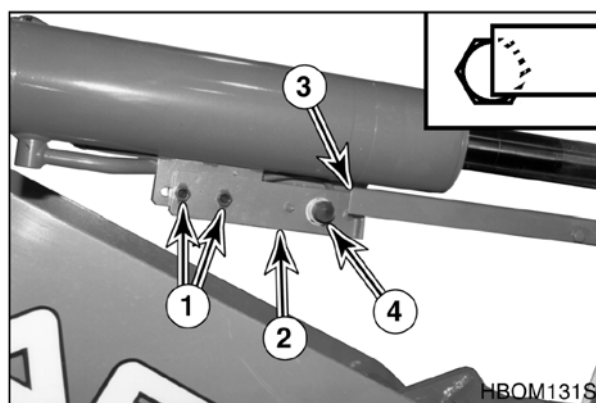

Рис. 41
3. Ослабить болты (1, рис. 41) и скобы (2).
4. Расположить скобу (2 рис. 41) так, чтобы конец коромысла (3) находился вровень с центром магнитного переключателя (4).
5. Затянуть болты (4, рис. 41).
6. Запустить двигатель. Поднять стрелу, разгрузить ковш, затем расположить рычаг ковша в положение фиксации загрузки. Опустить стрелу и убедиться, что ковш остановился в требуемом положении. Возможно, потребуется небольшая регулировка скобы (2, рис. 41).